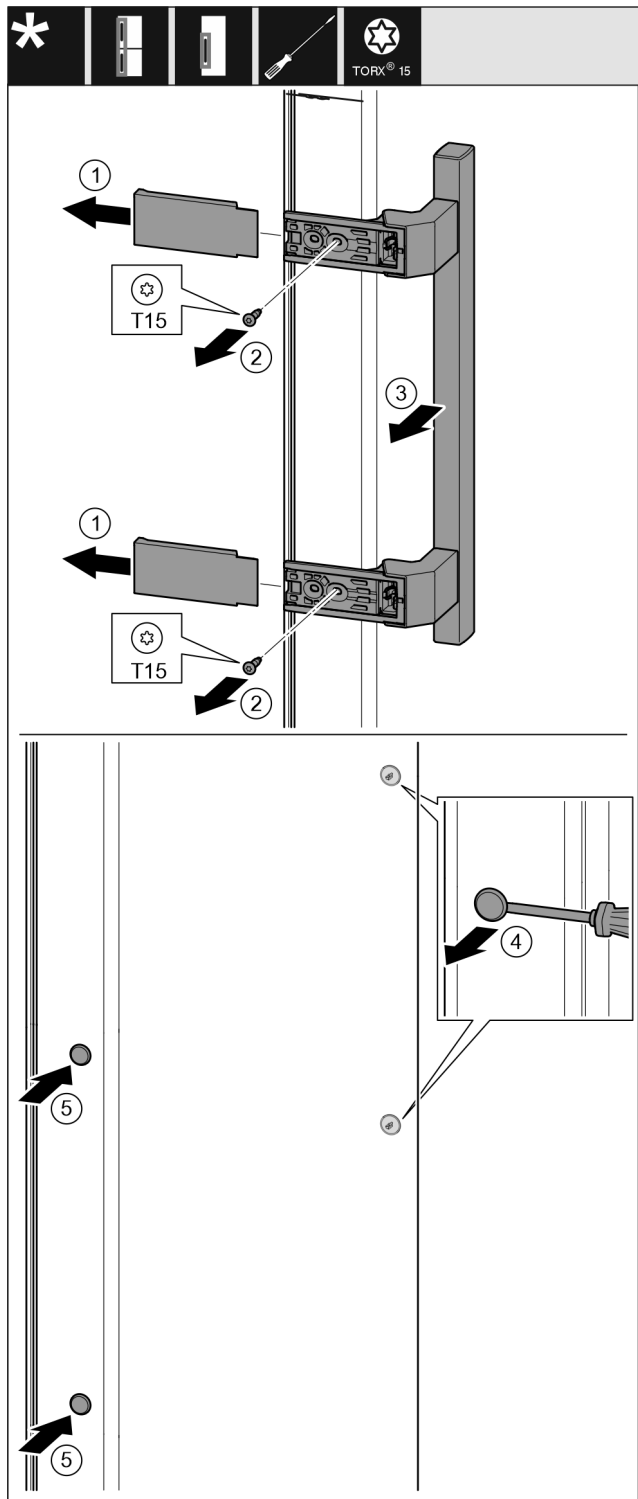

Fig. 14
- Zdjąć osłonę. Fig. 14 (1)
- Wykręcić śruby śrubokrętem Torx 15. Fig. 14 (2)
- Zdjąć uchwyt. Fig. 14 (3)
- Podważyć ostrożnie boczną zatyczkę śrubokrętem i wyjąć. Fig. 14 (4)
- Założyć ponownie zatyczkę z drugiej strony. Fig. 14 (5)